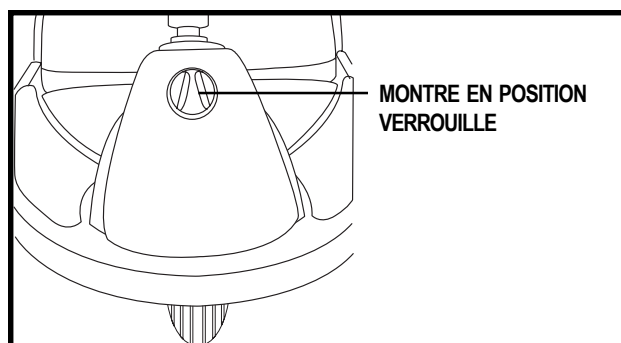

Figure 14. Bouton du verrou du guidon
2. Verrouillez le guidon en place en le poussant vers l'avant puis enfoncez le bouton de verrouillage et tournez-le 90 degrés dans le sens des aiguilles d'une montre. Voir la figure 14.